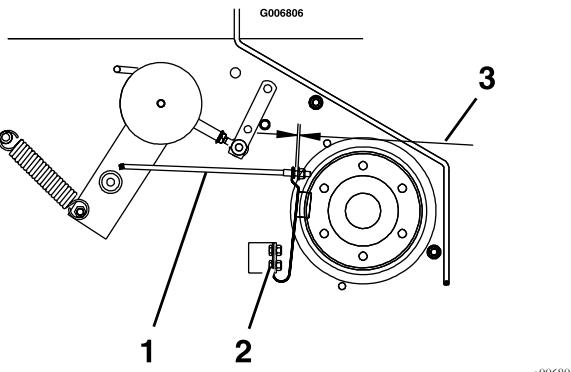

Figura 16
La distancia debe ser de 3 a 5 mm ($\frac{1}{8}$ " a $\frac{3}{16}$ ") (ver Figura 16).
3. Asegúrese de que la pastilla de freno está apoyada contra la polea. Ajuste las pernos de montaje del muelle para alinear la pastilla correctamente en la polea (ver Figura 16).